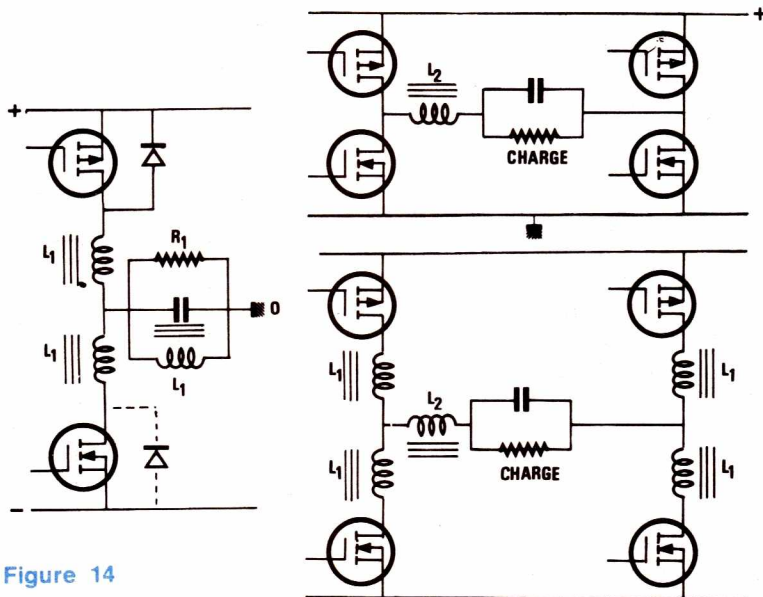

Figure 14
Le montage de la **figure 14 (A)** est également à demi-pont mais avec prise médiane.
A la **figure 14 (B)** on a représenté un convertisseur sinusoïdal à pont complet, avec quatre V MOS, deux canal P et deux canal N.
A la **figure 14 (C)** on indique une variante du précédent avec quatre bobines L_1 .